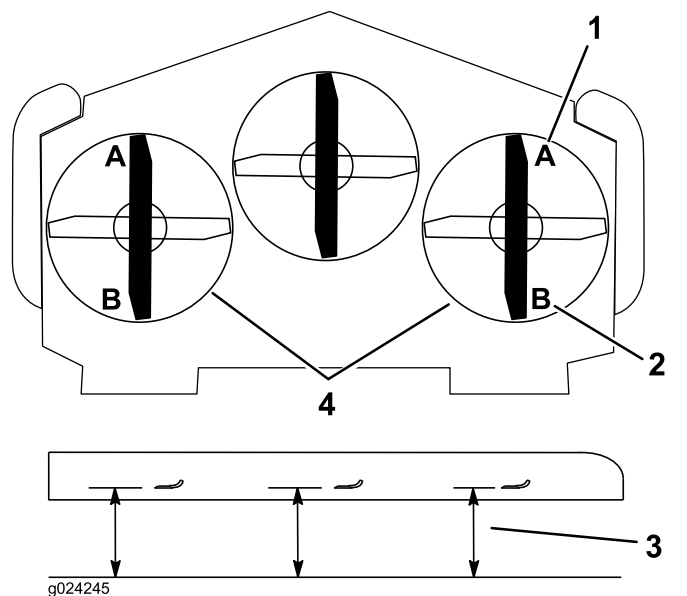

Figure 85
8. De chaque côté du plateau de coupe, mesurez la distance entre la surface plane et la pointe avant de la lame (position A), comme montré à la Figure 85.
13. De chaque côté du plateau de coupe, mesurez la distance entre la surface plane et la pointe arrière de la lame (position B), comme montré à la **Figure 85**.